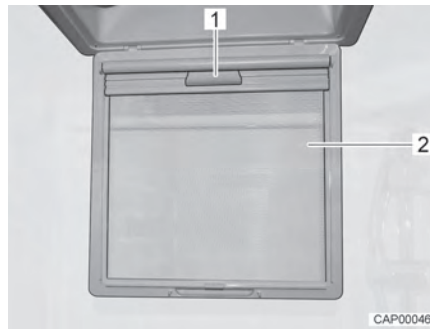

Bild 51 Verdunklungsrollo
- Insektenschutz (Bild 51,2) nach unten klappen.
- Verdunklungsrollo am Griff (Bild 51,1) nach unten ziehen, bis es auf der Gegenseite einrastet.
- Verdunklungsrollo am Griff (Bild 51,1) ausrasten und langsam in die Ausgangsstellung zurückführen.
- Insektenschutz (Bild 51,2) nach oben schwenken, bis er einrastet.